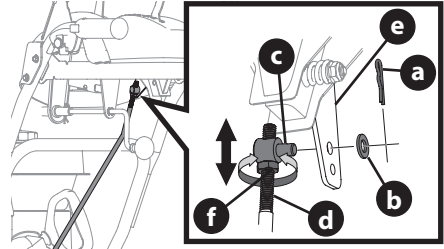

Figure 32
- Retirez la goupille fendue (a) et la rondelle (b) de la bague de réglage (c) de la tige de changement de vitesse (d) et retirez-la du levier de vitesse (e) (Figure 32 en médaillon).
- Au besoin, desserrez le contre-écrou (f) et tournez la virole vers le haut ou vers le bas de la tige de façon à l'aligner avec le trou supérieur du levier de changement de vitesse. Voir Figure 32. Resserrez le contre-écrou.